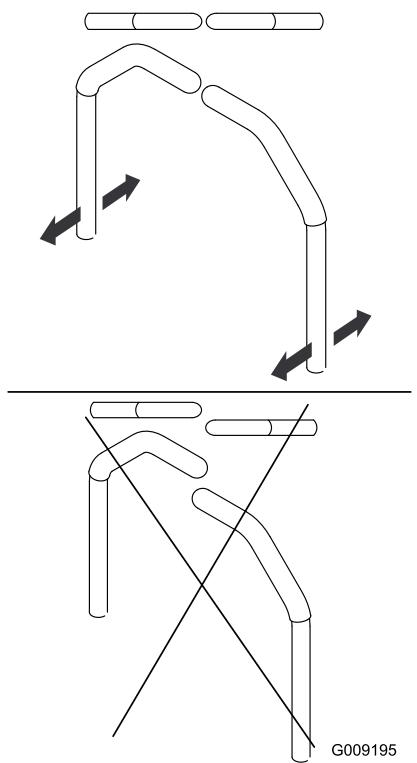

図 47
9. レバーをニュートラル位置にし、前後の位置を合わせ、位置が揃うまでスライドさせてからボルトを締める図 47。